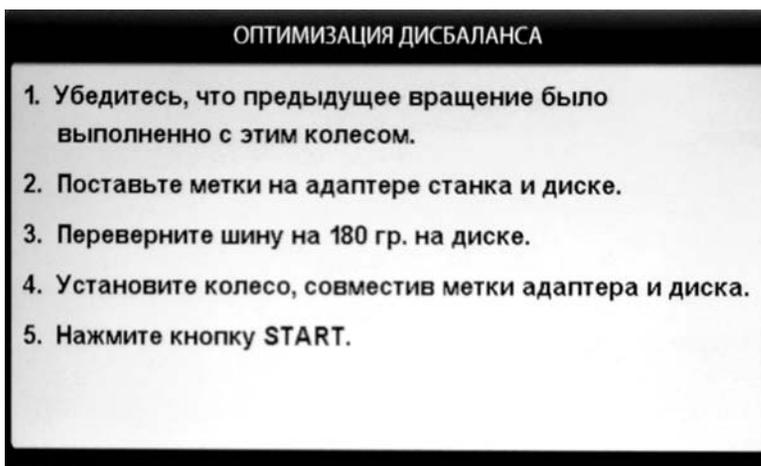
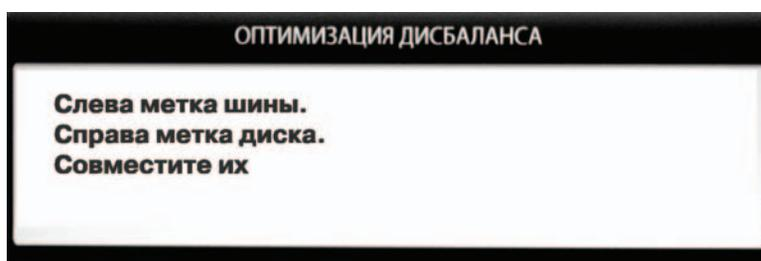

рис.15.2
рис.15.3
вится окно рис. 15.2. Далее выполните операции согласно указаниям в окне рис.15.2.
15.3. После выполнения п.5 в окне рис.15.2 на экране монитора появится окно рис 15.3, а на индикаторах 1 отобразится величина статического дебаланса колеса, а на индикаторах 4 - величина дебаланса колеса, которую можно получить после завершения программы Opt. Поставьте метки на шине и диске согласно указаниям в окне рис.15.3.